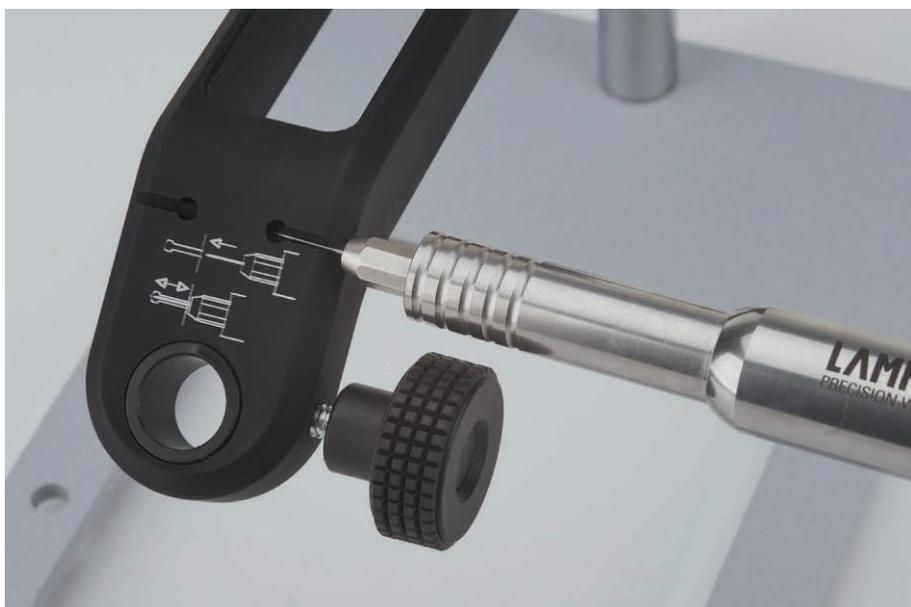

Рисунок 5.2. Регулировка длины электрода с помощью рычага для фиксации наконечника
- Вставьте новый вольфрамовый электрод в цангу и отрегулируйте его длину. При наличии сварочного микроскопа компании Lampert вы также можете измерить длину электрода на рычаге для фиксации наконечника. Для этого необходимо вставить электрод до упора в систему шлифования справа или слева. При этом зажимная гайка должна быть прижата к наружной кромке рычага для фиксации. После этого следует вручную затянуть гайку и установить сопло для аргоновой сварки (см. рис. 5.2).